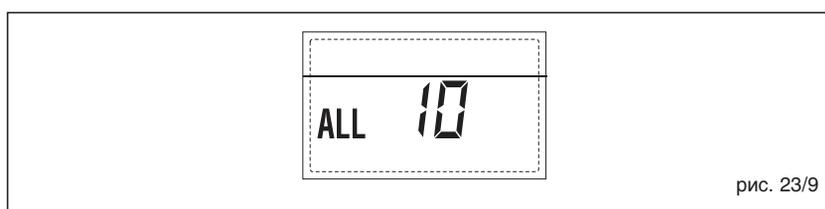

рис. 23/9
– **СРАБАТЫВАНИЕ ДАТЧИКА ДЫМОВ, “ТРЕВ. 13” (рис. 23/10)**